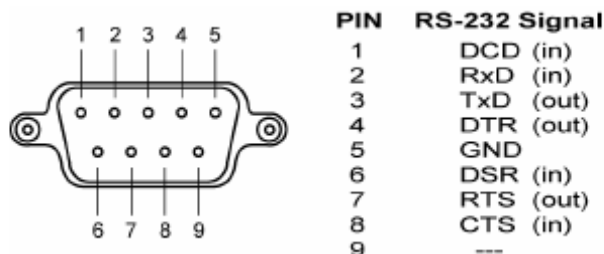

图 0.5 RS232 接口管脚排列
- RS-232 接口，我们使用了其中的 3 根线 RXD、TXD、GND，管脚排列如图 0.5 所示。